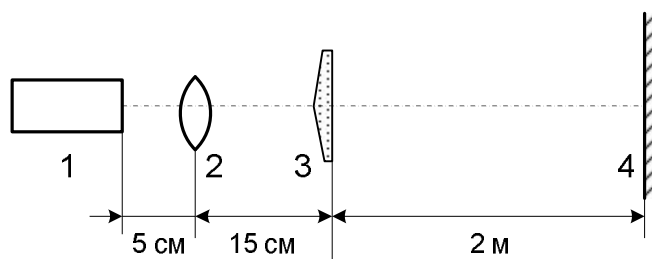

Рис. 4
2. Аналогічну демонстрацію можна виконати з лазером. Схема розташування приладів наведена на рис. 4, де цифрами позначено: 1 – лазер, 2 – лінза з фокусною відстанню 17 мм (передня лінза від окуляра мікроскопа), 3 – біпризма Френеля. Прилади закріпіть на оптичній лаві ФОС, дотримуючись відстаней, вказаних на схемі.